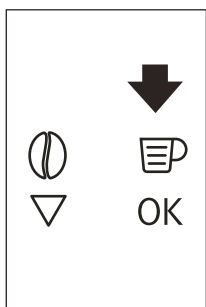
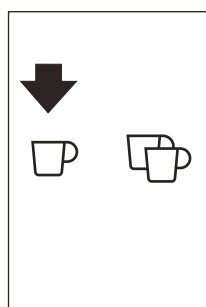
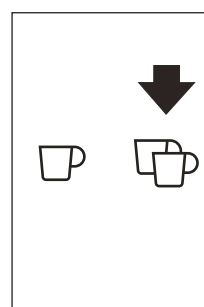

Fig. 18
Fig. 19
Fig. 20
- ▶ Prima o ícone (B5) (Fig. 18) para selecionar o tipo de café: expresso, chávena pequena, chávena média, chávena grande, caneca. Prima a tecla digital ☕ (B10) (Fig. 19) se quiser preparar um café e a tecla digital ☕☕ (B11) (Fig. 20) se for preparar dois cafés. O aparelho mói então os grãos e começa a dispensar o café na chávena. Uma vez que a quantidade de café tiver sido dispensada, a máquina para automaticamente e expulsa a borra de café usado para o recipiente para borras de café.